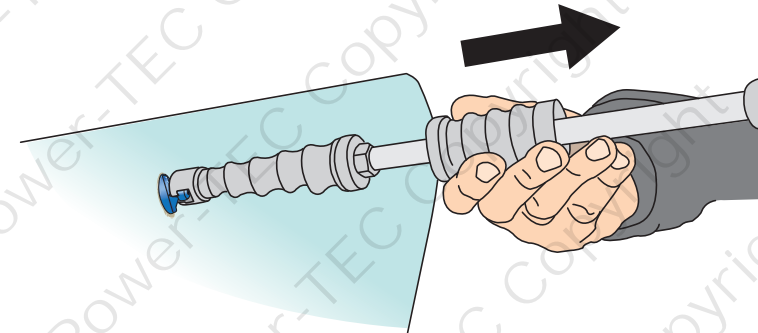

Abb. 3
7. Mit dem Gleithammer gleichmäßige, kräftige Schläge ausführen (siehe Abb. 3).